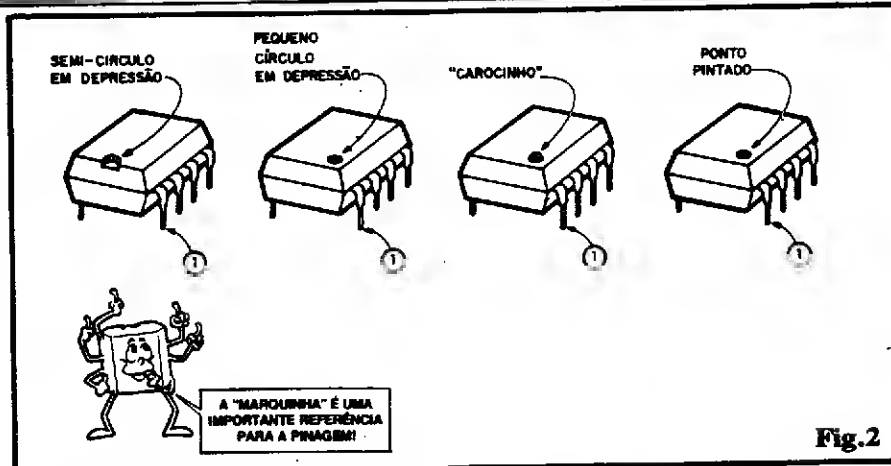

Fig.2
- FIG. 2 - O "jeitão" geral dos Integrados mais comuns é sempre assim, simétrico, com a mesma quantidade de "pernas" em cada lado da "centopéia"... Conforme dissemos anteriormente, a identificação dos pinos deve ser feita pelo seu **NÚMERO** ou "**CONTAGEM**"... Até aí, tudo bem... Mas "por onde começamos" a contagem ou numeração das "pernas"...? Já que a peça é - normalmente - simétrica, torna-se necessária uma **MARCA** ou "ponto de partida" que nos permita dizer: "- ESTE é o pino nº 1" e, a partir daí, numerar os de-
mais... A fig. 2 mostra, então, alguns dos códigos mais comuns, adotados pelos fabricantes, de modo a indicar "por onde" devemos começar a contagem. O "truque" todo consiste na aplicação industrial de uma **MARCA** numa das extremidades do "corpo" do Integrado... Essa marca assume, geralmente, uma das quatro formas ou sistemas mostrados na figura: ou um pequeno chanfro ou depressão, em semi-círculo, ou um pequeno círculo em depressão, ou um "carocinho" (pequeno ponto em ressalto) ou ainda um mero ponto pintado sobre o corpo do componente, junto a uma das extremidades... A figura mostra, também, a posição relativa do famigerado "**PINO 1**", em função dos diversos sistemas de marcação adotados... As normas indicadas são as mais comuns, porém existem ainda outros métodos de marcação, todos eles, porém, de interpretação mais do que óbvia: indicando claramente qual a extremidade da peça que deve ser usada como referência para a numeração geral dos pinos...